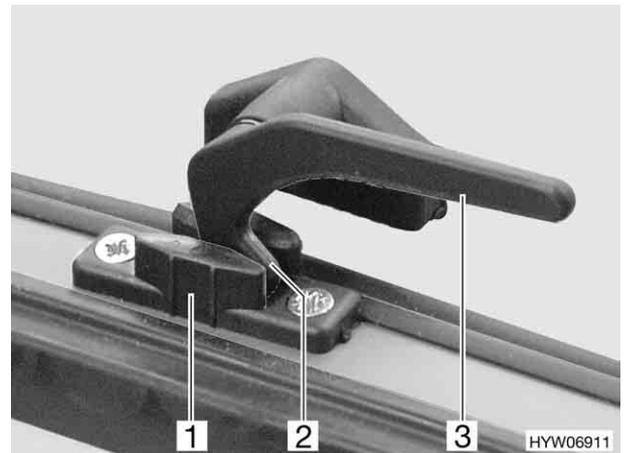

Bild 49 Ausstellfenster, Verriegelungshebel in Stellung "Dauerbelüftung"
- Dauerbelüftung (Bild 49)
- Verriegelungshebel (Bild 49,3) senkrecht stellen oder eine viertel Umdrehung zur Fenstermitte hin drehen.
- Verriegelungshebel wieder zurückdrehen. Die Verriegelungsnase (Bild 49,2) dabei in die Aussparung der Fensterverriegelung (Bild 49,1) einfahren.